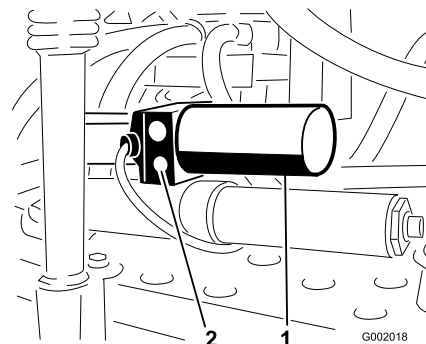

図 72
1. 各アクチュエータについている手動リリーフ・バルブを探し出す。アクチュエータのボディの片側だけについている小さいほうのバルブが手動リリーフ・バルブである (図 72)。